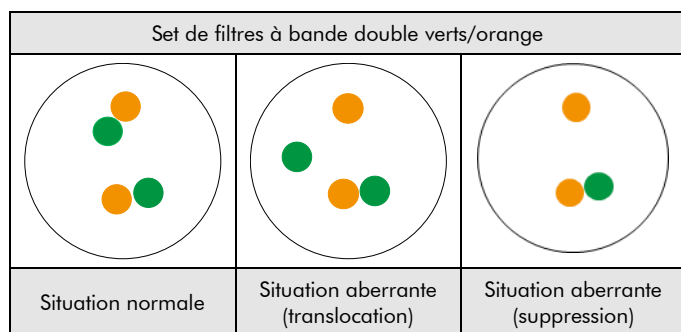

Fig. 2: Résultats attendus dans les noyaux en interphase normale et présentant une aberration
**Situation normale :** Dans les interphases de cellules normales ou de cellules sans une translocation impliquant la région du gène BRAF, deux signaux verts et deux signaux orange apparaissent (voir figure 2).
**Situation aberrante :** Une région du gène BRAF affectée par une translocation est indiquée par un signal vert distinct et un signal orange distinct. Une suppression de séquences 5' BRAF entraînant une fusion FAM131B-BRAF est indiquée par la perte d'un signal vert. (voir figure 2).